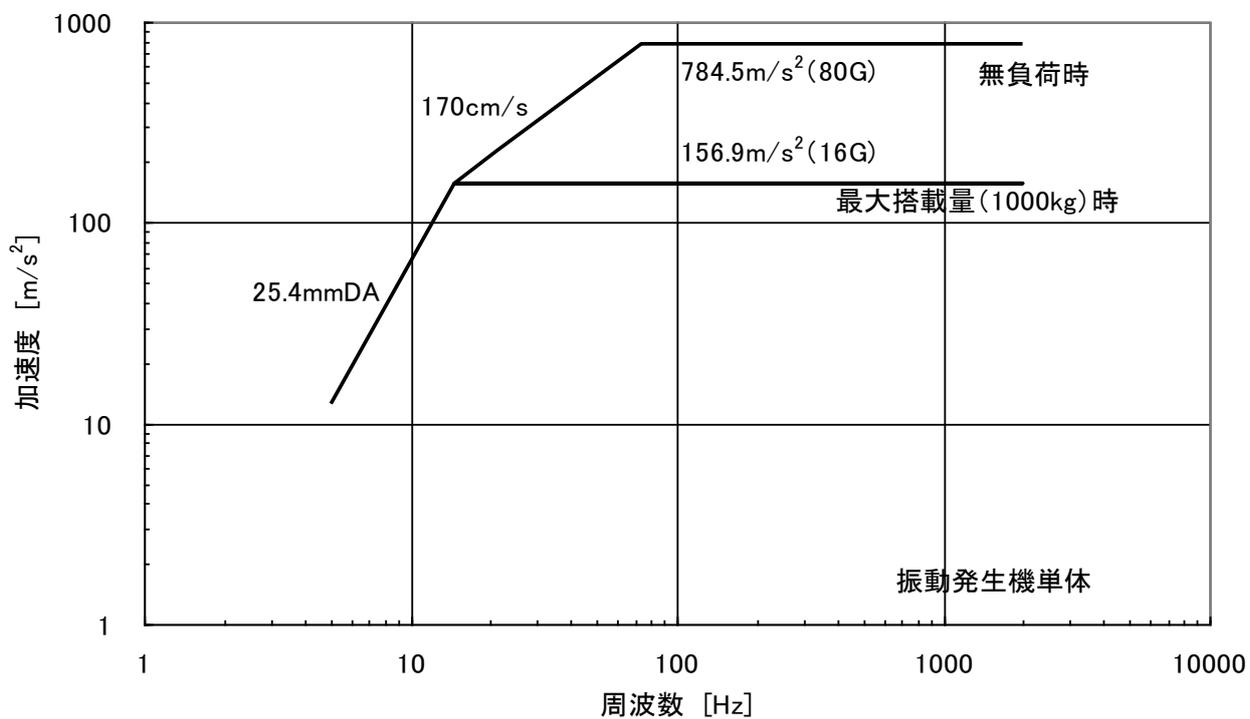
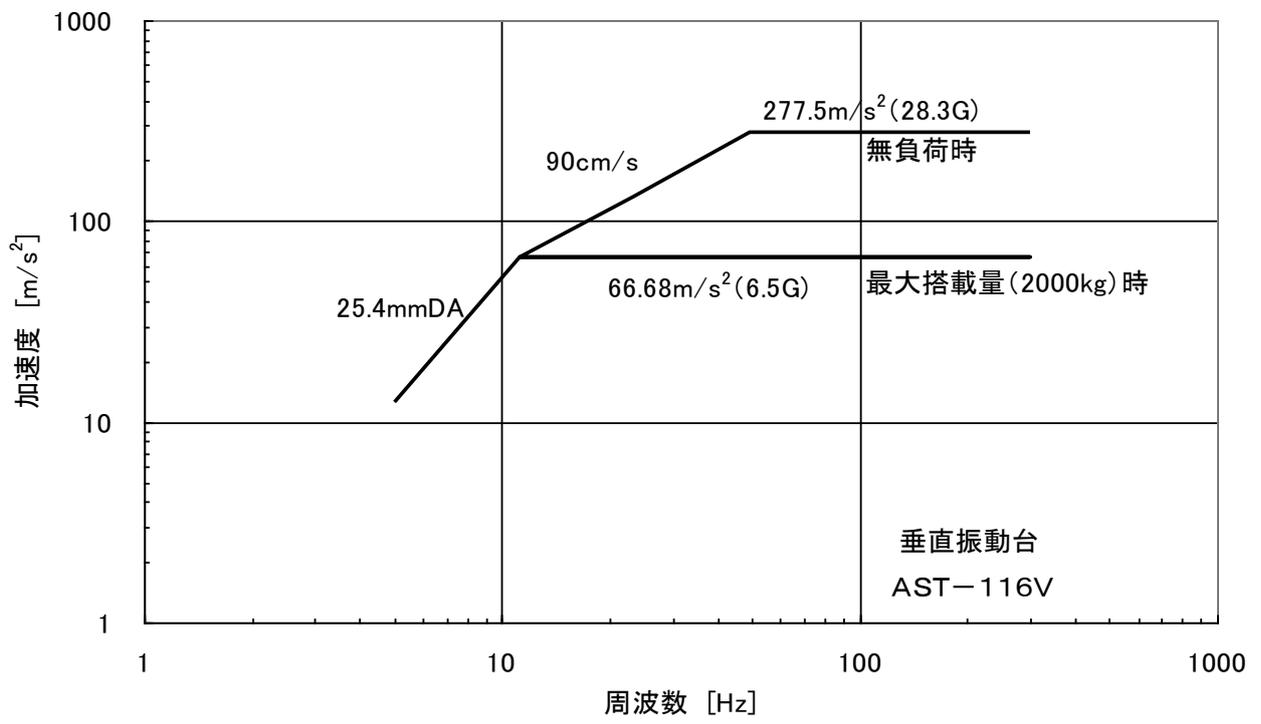

図2-5 最大加振加速度(正弦波)
图2-6 最大加振加速度(正弦波)
- ⑧ 最大加振加速度 振動発生機単体及び振動台毎の最大加振加速度を図2-5、図2-6、